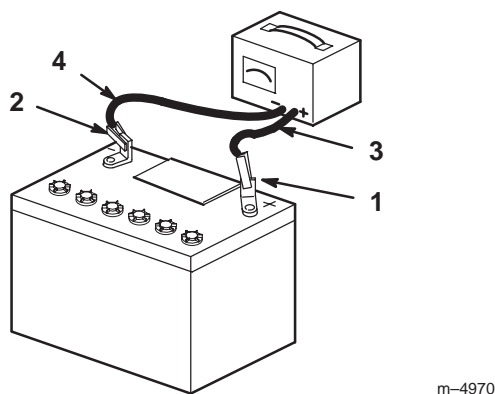

Figure 62
- Quand la batterie est chargée au maximum, débranchez le chargeur de la prise, puis débranchez les fils du chargeur des bornes de la batterie (Fig. 62).